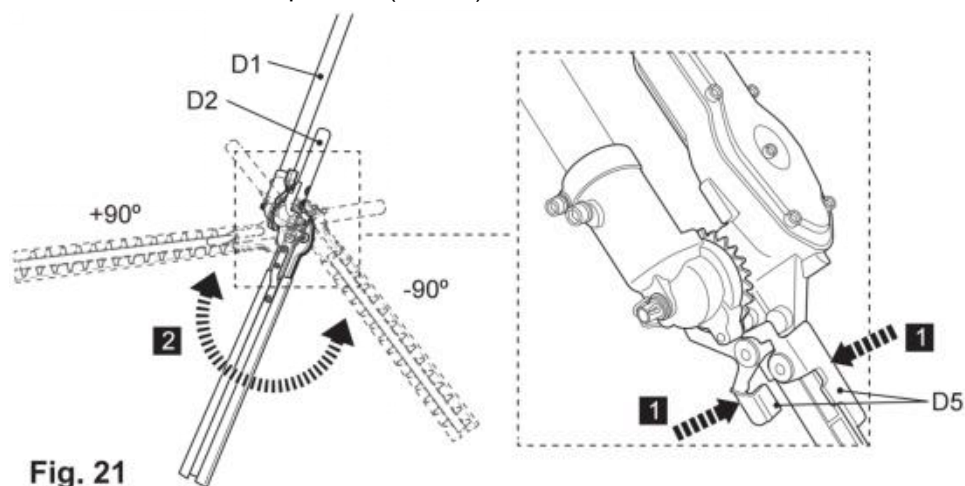

Fig. 21
5) Tryck på upplåsningsspakarna (D5) för att frigöra tandsystemet (D6) och justera bladhuvudet till önskad position (bild 21).